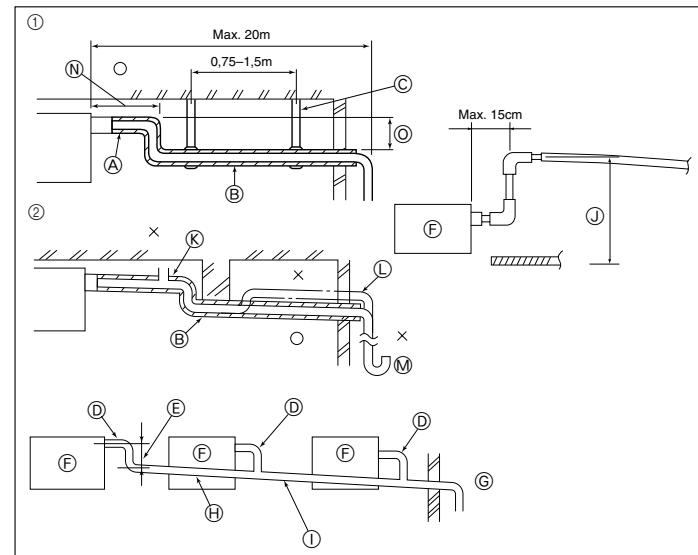

Fig. 3-4
3.3. Verrohrung der Dränage (Fig. 3-4)